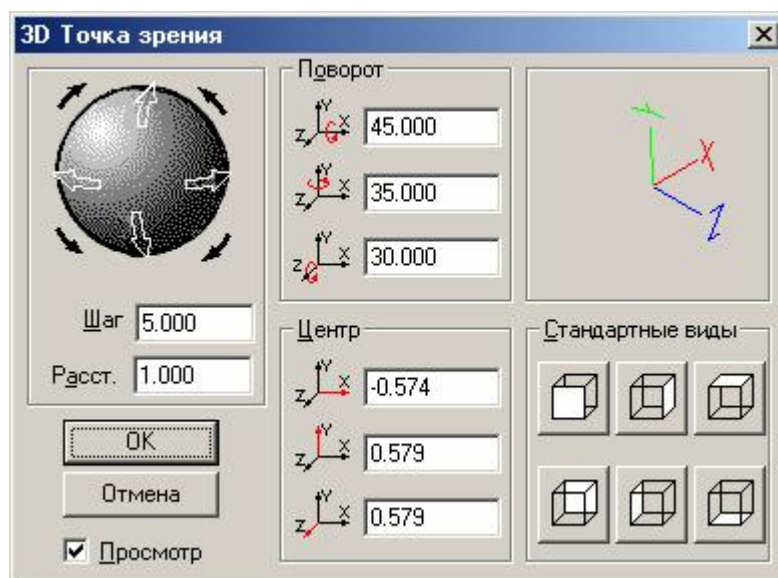

Рис. 88 Диалоговое окно инструмента
5. Установить точку зрения подобную той, что используется в стандартной изометрической проекции, для наблюдения за ходом построения модели тумбы: повороты вокруг осей  $X$ ,  $Y$  и  $Z$  равны  $45^\circ$ ,  $35^\circ$  и  $30^\circ$  соответственно. Использовать для этого инструмент **Точка зрения**  на панели **Установки редактора** (рис. 88). Данный инструмент можно также вызвать, нажав клавишу **F12**.